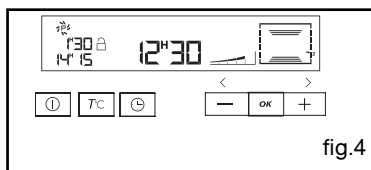

fig.4
Au cours de la pyrolyse, le symbole s'affiche dans le programmateur vous indiquant que la porte est verrouillée (fig.4).
- Si nécessaire, retirez l'ensemble des glaces intérieures de la porte. Cet ensemble est composé de deux glaces avec à chaque coin une butée caoutchouc noire (fig.4).